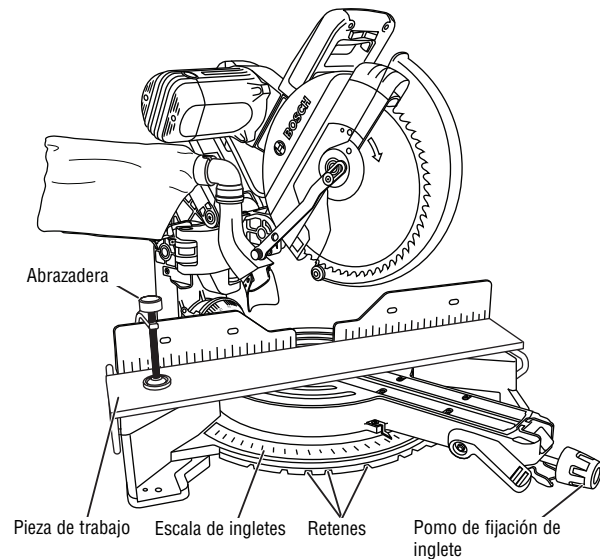

Figura 47. Corte a inglete
2. Afloje el pomo de fijación de inglete. Levante la palanca de retén de inglete y mueva la sierra hasta el ángulo deseado, utilizando los retenes o la escala de ingletes. Apriete el pomo de fijación de inglete (vea la figura 47).